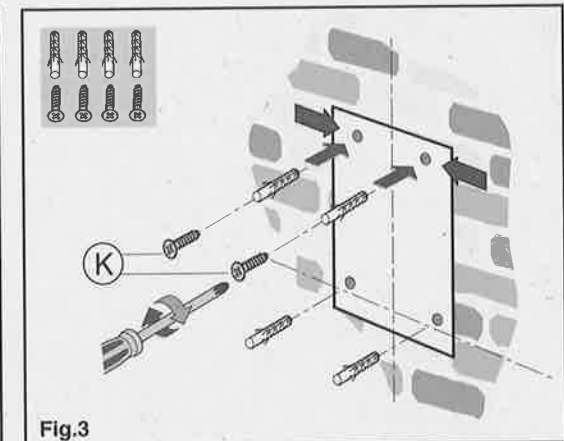

Fig.3
- Segnare ed eseguire i fori di fissaggio (fig. 3).
- Fissare le 2 viti superiori **K** senza avvitare completamente e tasselli ad espansione (fig. 3).